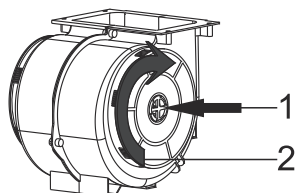

Fig. 7: FILTRO A CARBONE AF 100
- 1-Posizionare il filtro a carbone nella sua sede.Fig. 7
- 2-Ruotare il filtro a carbone in senso orario, assicurarsi che esso sia completamente in sede.Fig. 7